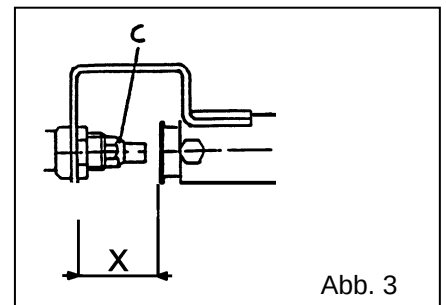

Abb. 3
4.2 Einstellung der primärluft (Abb. 3)